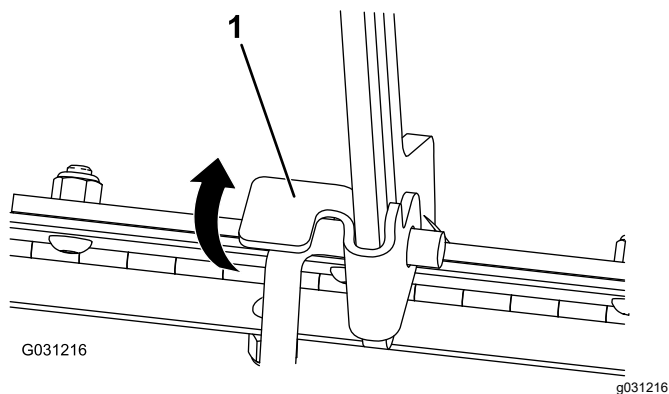

Figura 33
1. Ridicați clapeta care fixează tija de sprijin (Figura 33)